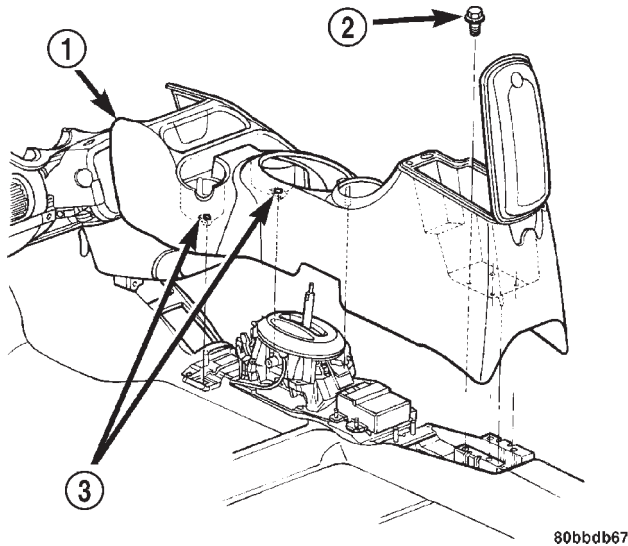

Fig. 181 Desmontaje e instalación de la consola central
(2) Retire el conjunto de la consola central tal como se indica en la (Fig. 181).
(13) Instale el conjunto de la consola central (Fig. 181).